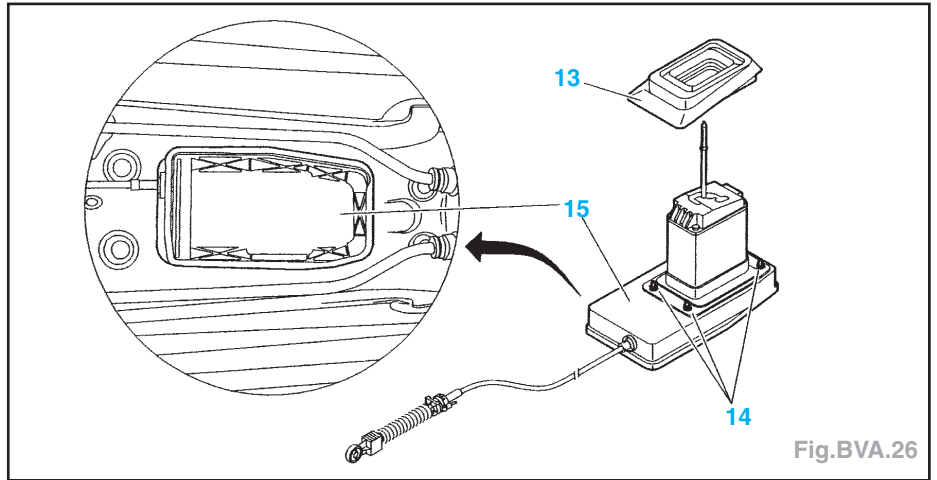

Fig. BVA.26
- Déposer (Fig. BVA.26) :
- le joint (13),
- les 4 écrous (14),
- la commande de sélection de vitesses (15) par le dessous du véhicule.